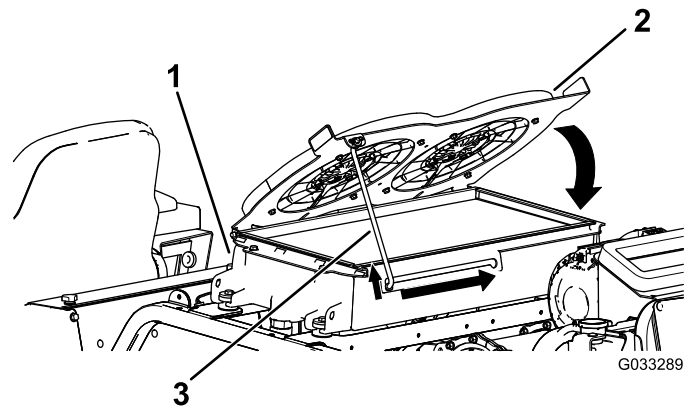

Figura 89
4. Gire hacia abajo los ventiladores de refrigeración del sistema hidráulico, y enganche la varilla de sujeción en la muesca (Figura 89).